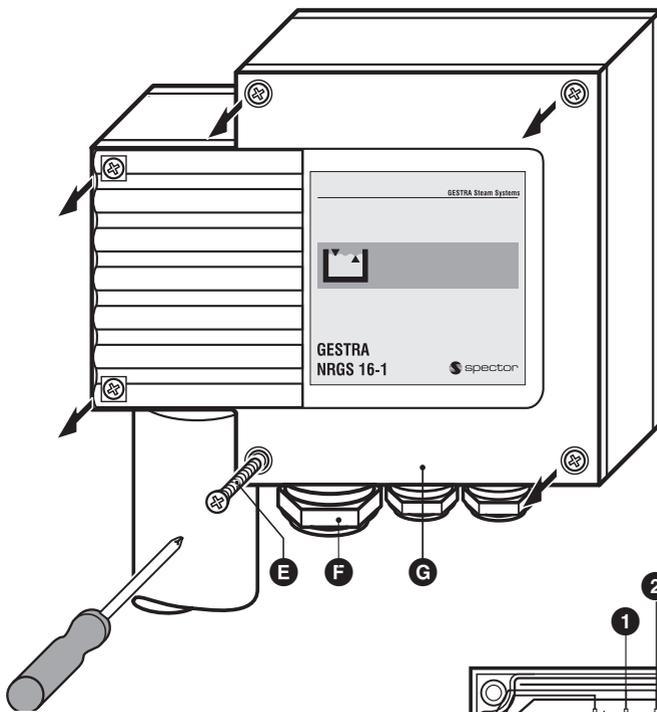

Fig. 5
1. Svitare le viti **E**, togliere il coperchio **G**. **Fig. 5**